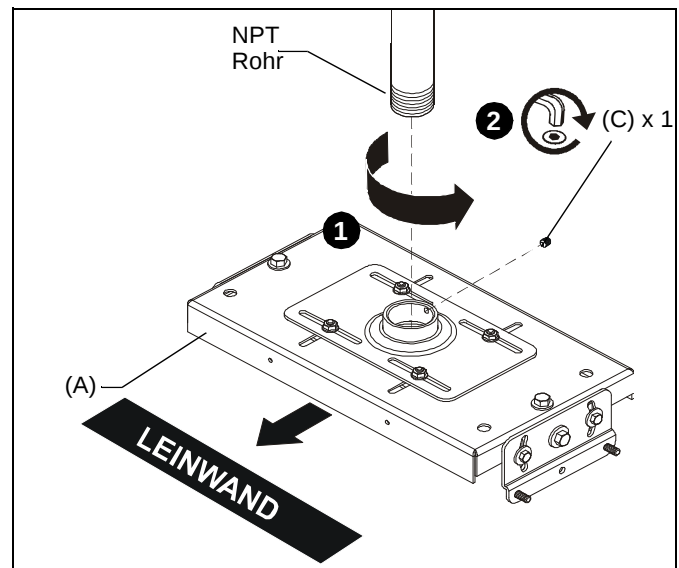

Abb. 1
1. Schrauben Sie die VCM-Halterung (A) fest an das vorhandene 1-1/2"-NPT-Rohr, wobei mindestens vier Gewindegänge eingeschraubt werden müssen. (Siehe Abb. 1)
HINWEIS: Stellen Sie sicher, dass die lange Kante der VCM-Halterung parallel zur Leinwand verläuft. (Siehe Abb. 1)
2. Schrauben Sie die 5/16-18 x 3/8"-Feststellschraube (C) in den Gewidekragen der VCM-Halterung, um Bewegungen der VCM zu verhindern. (Siehe Abb. 1)